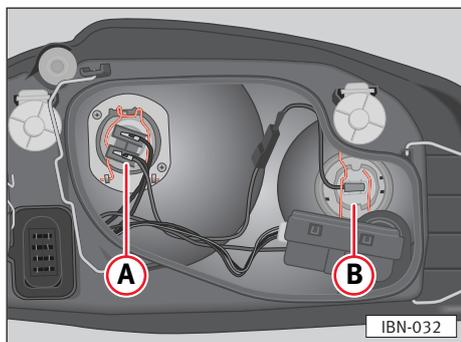

Fig. 152
- Extraer el enchufe del cable de la lámpara ⇒ fig. 152 ②.
- Colocar la tapa de plástico y colocar los tirantes ②.